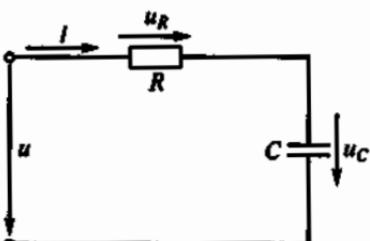

Рис. 113
3.73. В цепи на рис. 113 напряжение $u = 20 + 50\sqrt{2}\sin \omega t$, $R = 3$ Ом, $x_C = 4$ Ом. Записать ряд Фурье для тока и определить мощности. (Указать неправильный ответ.)
3.74. В цепи на рис. 113 напряжение изменяется по закону $u = 282 + 282\sin 314t$, $R = 30$ Ом, $x_C = 40$ Ом. Каким будет действующее значение тока в цепи?
3.75. Каким будет закон изменения напряжения u в цепи на рис. 113, если напряжение на конденсаторе изменяется по закону $u_C = 25 + 2\sin 300t$? (Параметры R и C считать известными.)